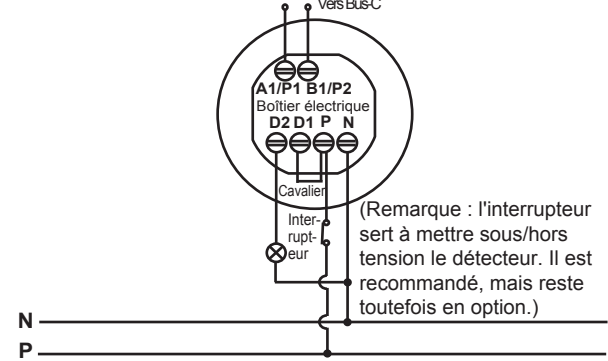

FIG. 4
- Contrôle de signal de bus-C (voir FIG. 4). S'assurer que l'interrupteur à glissière est bien positionné, voir chapitre 4.2.1.2, et FIG. 20 et FIG. 21).